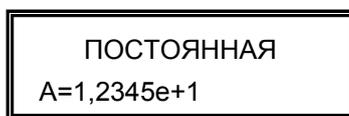

Рис. 8
- После этого на дисплее высветится значение постоянной занесенное в память прибора(см.рис.8).